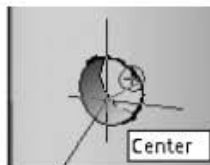

Рис. 12.66. Выбор первой точки на пробке
7. Укажите первую точку с привязкой **Центр (Center)** — центр окружности основания отверстия в пробке (рис. 12.66):